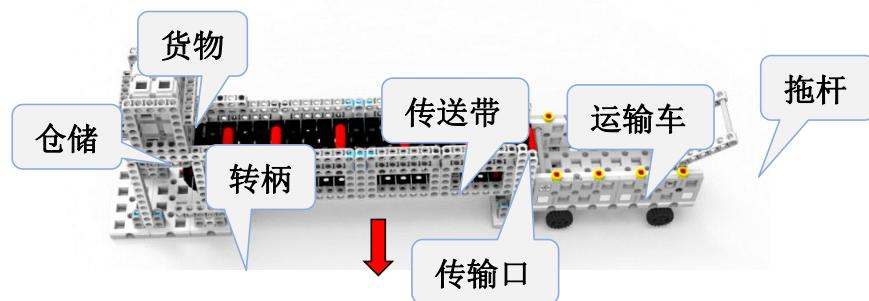

图 8 港口运输初始状态
3.4.1 港口运输的初始位置位于地图上的港口运输位置上，货物存放在仓储内，运输车停靠在传输口处，转柄处于水平状态。红色箭头指示方向为正面朝向；如图 8 所示。